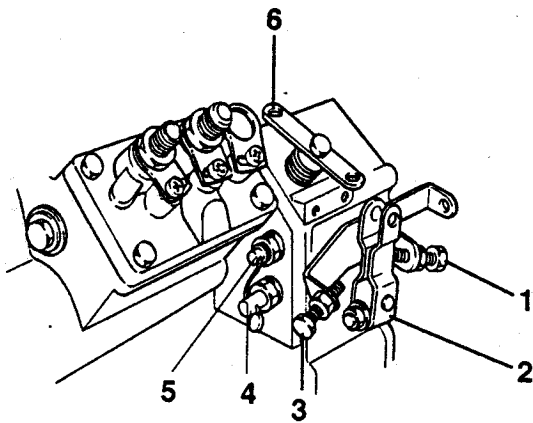

Fig. 92 Réglage du régime
3. Si nécessaire, ajuster le régime avec la vis de réglage (1, figure 92).
3. Vérifier le régime avec un compte-tours. Si nécessaire, ajuster le régime conformément aux caractéristiques techniques, avec la vis 4, figure 92.